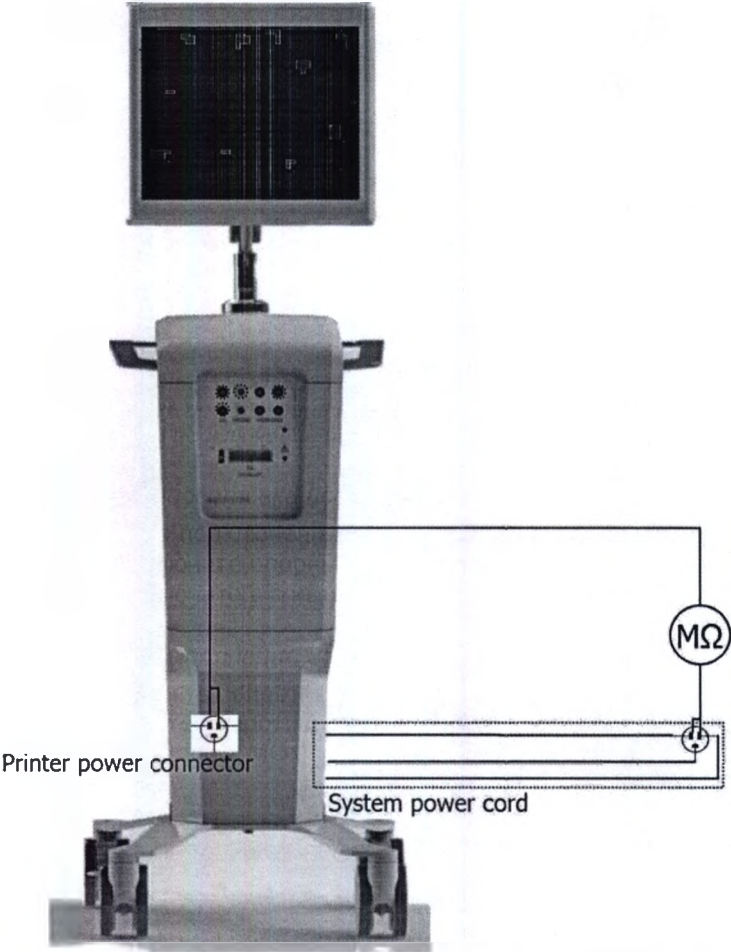

Рисунок 6Схема подключения для проведения первичного теста для измерения диэлектрической прочности при подключении питания.
- 1. Схема подключения показана на Рисунок 6.